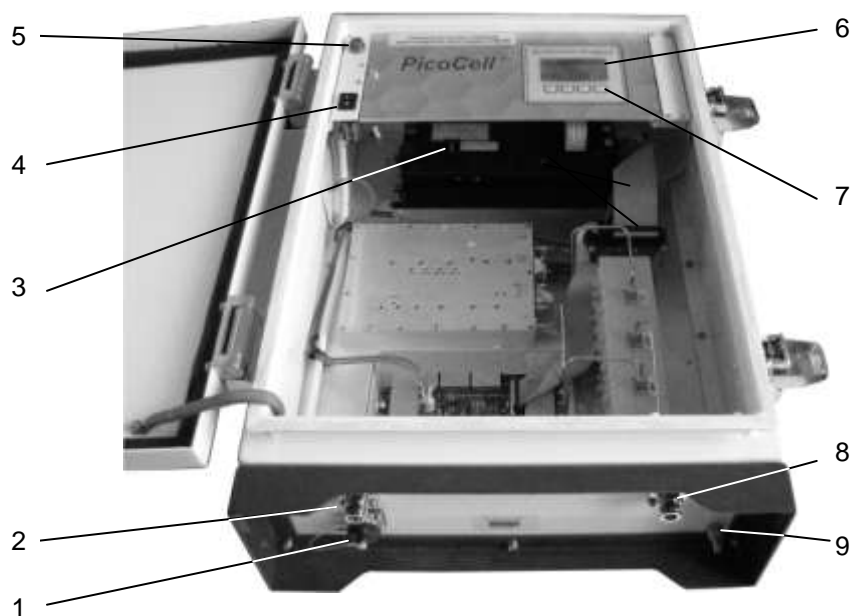

Рис.1 Ретранслятор *PicoCell 900 SXV* (без крышки)
Внешний вид ретранслятора *PicoCell 900 SXV* показан на рис.1
3.2.3. Присоедините разъемы кабелей от антенн к соответствующим разъемам ретранслятора (см. рис.1). Внутренние поверхности ВЧ разъемов должны быть чистыми. В случае попадания пыли или влаги внутрь ВЧ разъемов следует перед подсоединением протереть их ветошью или ватным тампоном, смоченным чистым спиртом.